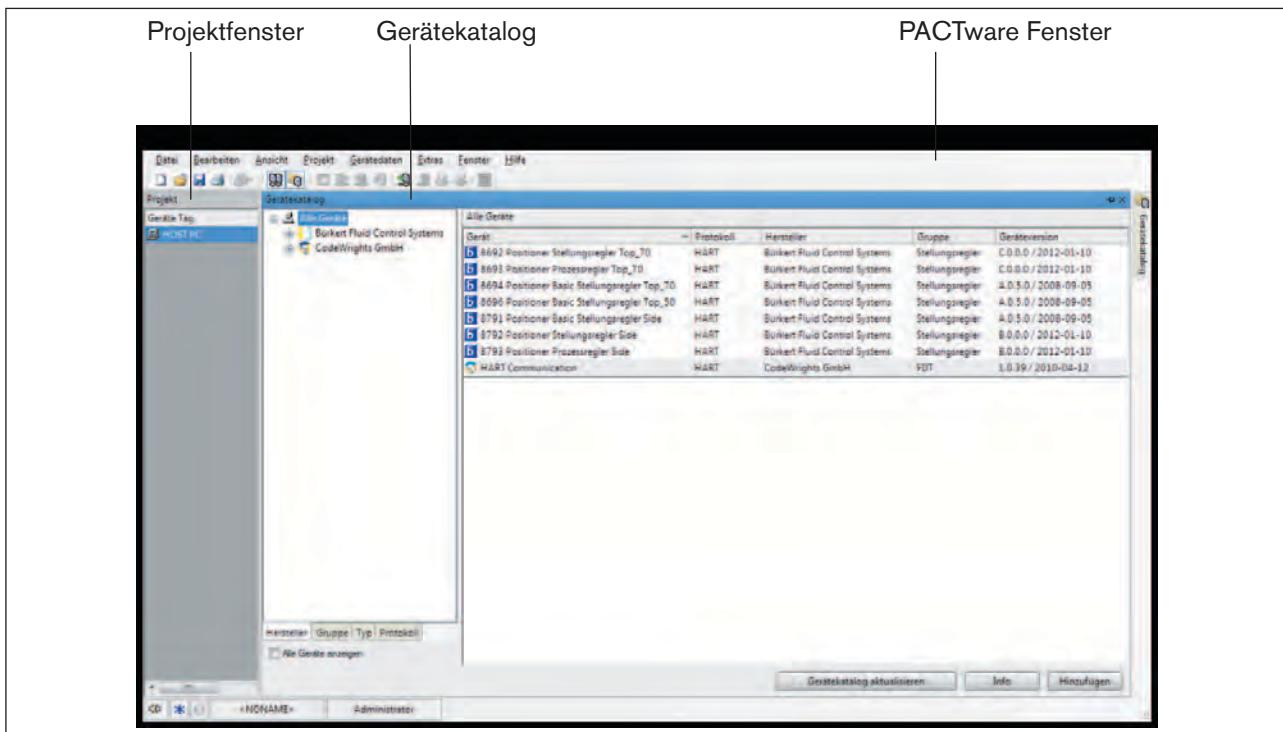

Bild 12: Geräteliste mit HART Comm DTM und Bürkert Geräte DTMs
- nach erneutem Öffnen des Gerätelists sind die Burkert Geräte DTMs vorhanden, siehe „Bild 12: Geräteliste mit HART Comm DTM und Burkert Geräte DTMs“.